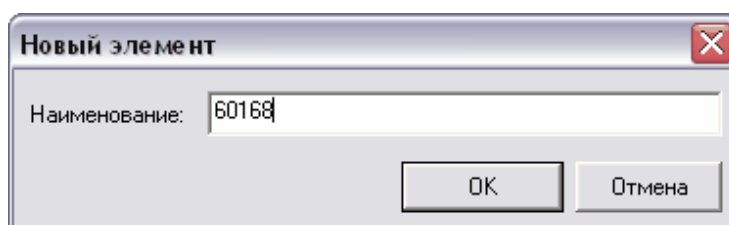

Рис. 75 Новый элемент
2. В появившемся диалоговом окне **Новый элемент** введите наименование элемента (Рис. 75).